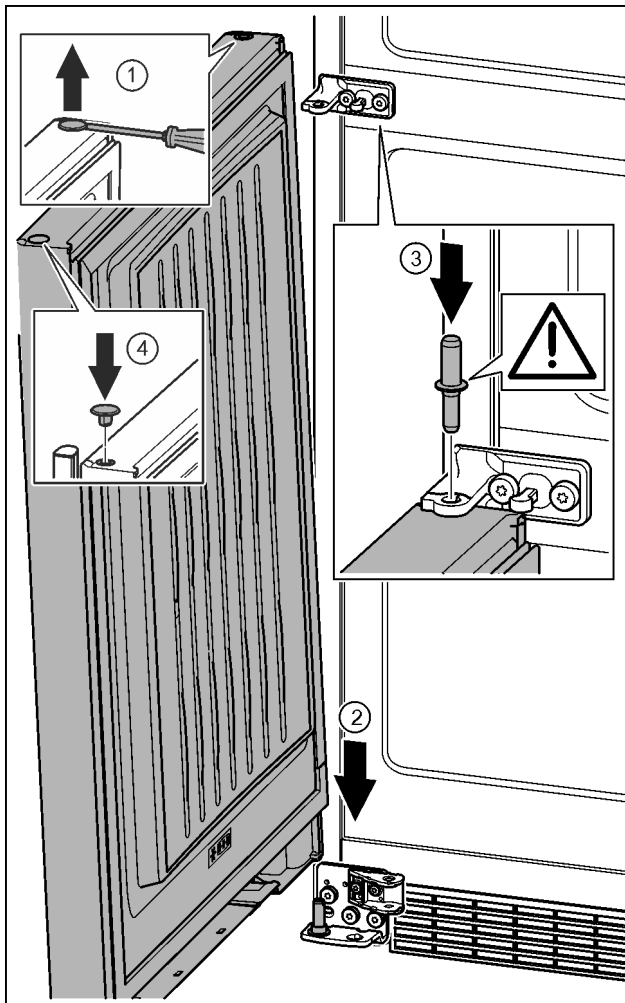

Fig. 35
- Levante cuidadosamente el tapón con un destornillador para tornillos de cabeza ranurada y extráigalo. Fig. 35 (1)
- Coloque la puerta desde arriba sobre el perno de cojinete inferior. Fig. 35 (2)
- Inserte en la puerta inferior el perno de cojinete intermedio a través del soporte de cojinete intermedio. Preste atención a que el saliente de retención esté orientado hacia detrás. Fig. 35 (3)
- Vuelva a colocar el tapón en el otro lado de la puerta. Fig. 35 (4)